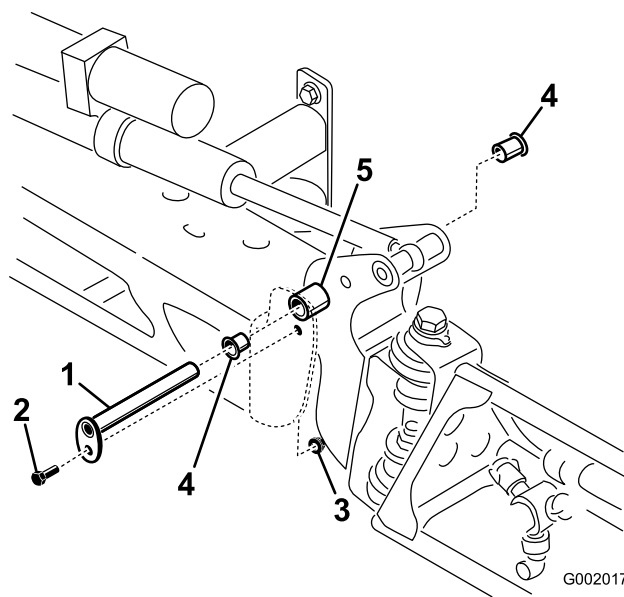

Рисунок 101
3. Поддерживая стрелу, отверните болт и гайку крепления оси поворота к узлу стрелы (Рисунок 101).
4. Отверните болт и гайку, которые крепят ось поворота, и снимите ось поворота (Рисунок 101).
6. Снимите и осмотрите нейлоновые втулки с передней и задней сторон кронштейна шарнира (Рисунок 101).
7. Нанесите небольшое количество масла на нейлоновые втулки и установите их в кронштейн поворота (Рисунок 101).
8. Установите стрелу и кронштейн поворота в сборе в центральную раму, совместив отверстия (Рисунок 101).